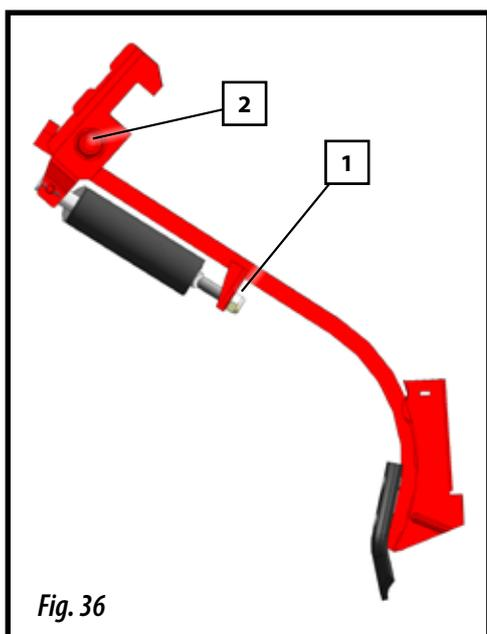

Fig. 36
- Brazos de siembra FIJOS (Fig. 36)
Estos brazos solo permiten modificar la presión actuando sobre la tuerca que se halla en la parte inferior del muelle (1, Fig. 36).
La sujeción del brazo al soporte se efectúa mediante un tornillo estampado especial SOLÀ (2, Fig. 36) provisto de tuerca autoblocante. Actuando sobre dicha tuerca se controla la holgura lateral del brazo.